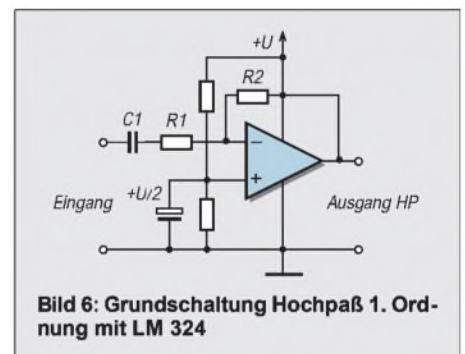

Bild 6: Grundsaltung Hochpaß 1. Ordnung mit LM 324
Bild 6 zeigt einen einfachen aktiven Hochpaß (HP), der mit einem OPV aufgebaut ist. Kennzeichen: zwei Widerstände, ein Kondensator, Einspeisung am invertierenden Eingang. Auch der für uns notwendige Spannungsteiler ist gezeichnet. Mit den drei Bauelementen R_1 , C_1 , R_2 kann man die Kennwerte des HP berechnen bzw. festlegen. Legt man die Grenzfrequenz f_{ug} und C_1 fest, so errechnet sich R_1 aus
Bild 6 enthält noch einen Widerstand R_2 . Diese Rückführung vom Ausgang zum Eingang bestimmt die Verstärkung dieser Stufe.